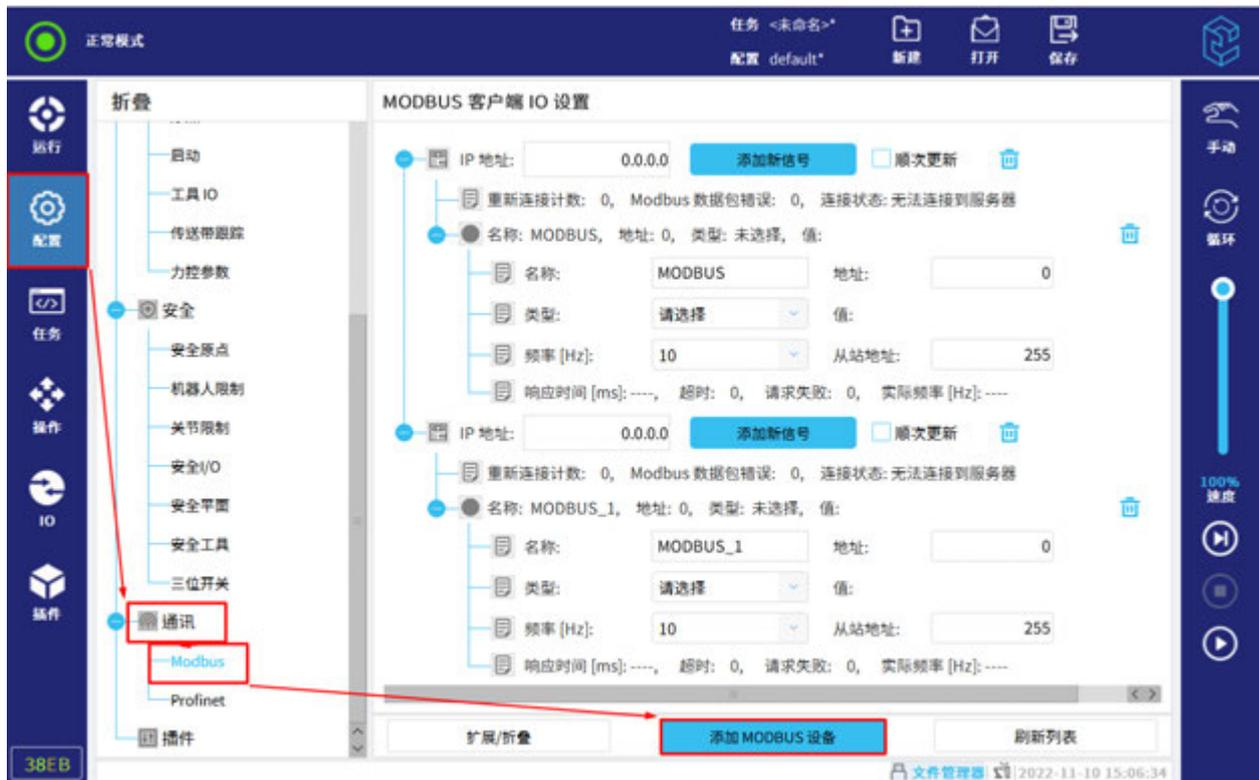

図 11-33 Modbus
1. 「構成> 通信> Modbus」をクリックして、「MODBUS クライアント I/O 設定」画面に入る、詳細は**図 11-33**に示す。